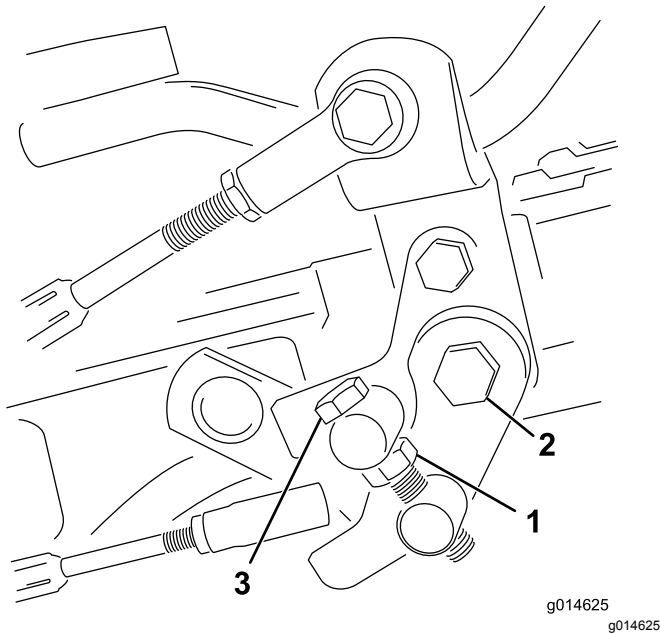

Figura 35
1. Allentate il controdado sul bullone di articolazione (Figura 35).
4. Serrate il controdado sul bullone di articolazione e il dado sul perno del pedale per fissare la regolazione (Figura 35). Controllate la messa a punto, e all'occorrenza ripetete la regolazione.